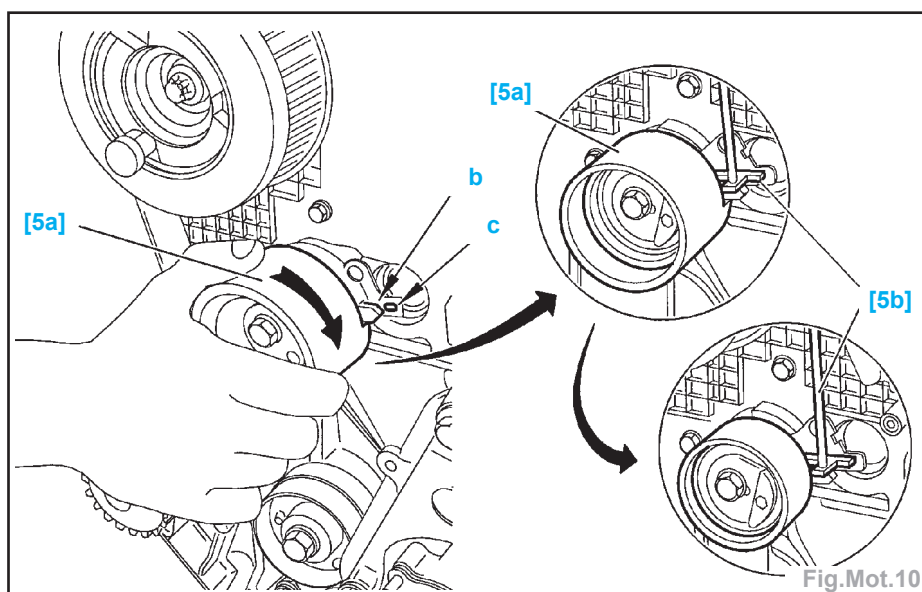

Fig.Mot.10
- Tourner le galet tendeur à l'aide de l'outil [5a] jusqu'à dépasser l'encoche (c) (Fig.Mot.10).
- Déposer (Fig.Mot.10) :